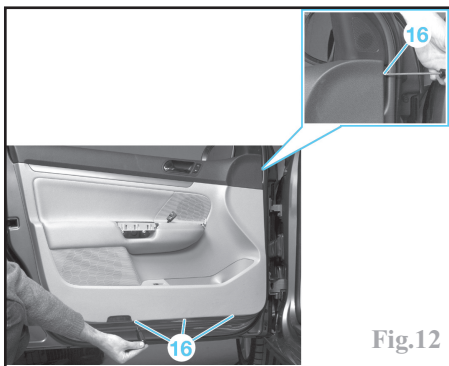

Fig.12
- Les vis (16) de la garniture de porte (Fig.12).